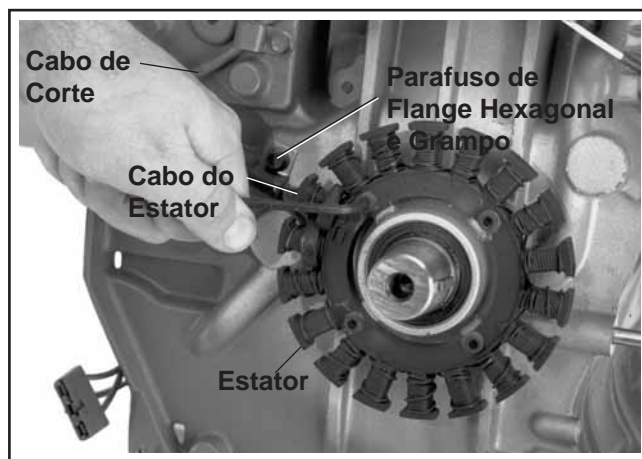

Figura 11-24. Instalar o Estator.
1. Posicione os cabos do estator na direcção do orifício no cárter. Insira os cabos do estator através do orifício no exterior do cárter. Consulte a Figura 11-24.